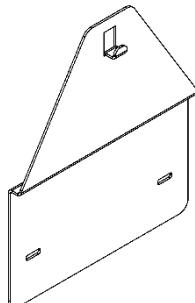

Рисунок 6.
7.2.3 При установке аппарата на место, где ранее был установлен аппарат марки «NEVA» или «BaltGaz», который крепился к стене с помощью двух крючков, можно выкрутить данные крючки и использовать отверстия для установки переходной планки (см. рис. 6). Переходная планка 124610-00.050 позволяет смонтировать аппарат с использованием уже имеющихся крепежных отверстий в стене. Переходная планка приобретается отдельно в фирменных магазинах или на сайте baltgaz.ru.